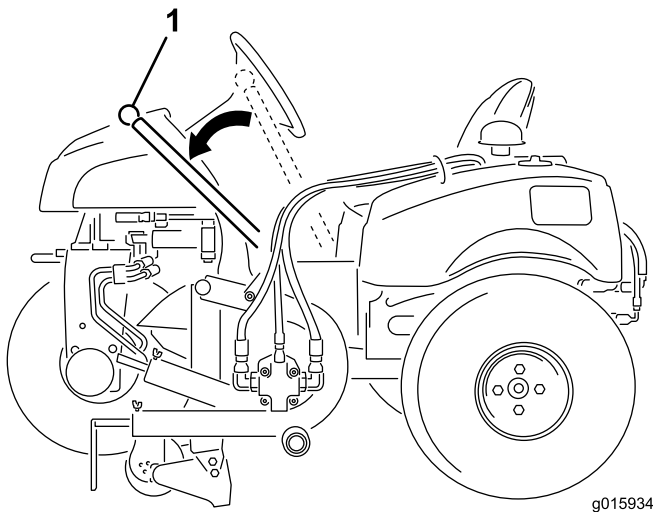

Figure 17
La poignée sert à relever et abaisser le coupe-bordures (Figure 17).
2. Poussez la poignée vers l'extérieur et abaissez la lame du coupe-bordures au sol (Figure 17).
- Poussez la poignée vers l'extérieur et relevez la lame du coupe-bordures en position de transport (Figure 17).